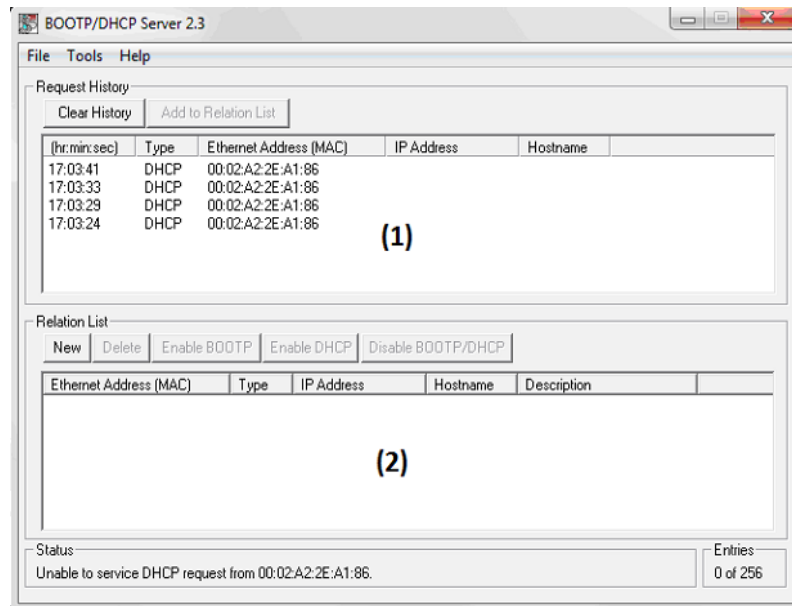

Abb. 6.8: Auswahl des Moduls
=> Wählen Sie aus der Liste (1) „Request History“ (Abb. 6.8) Ihr gewünschtes Modul durch Doppelklicken aus.